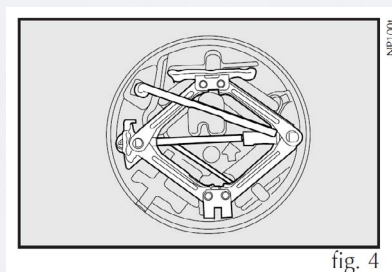

fig. 4
- Saque las herramientas y el gato de su seguro fig. 4.